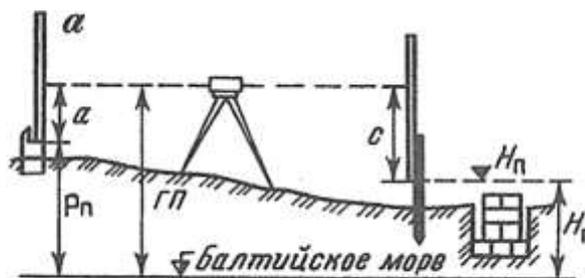

Рис. 1. Схема разбивки и контрольных высот фундамента
5. Выставьте проектную высоту верха фундамента на обноске (рис. 1), если высота репера $P_n = 87,314$, отсчет по рейке $a = 1106$, проектная высота фундамента $H_n = 86,672$.